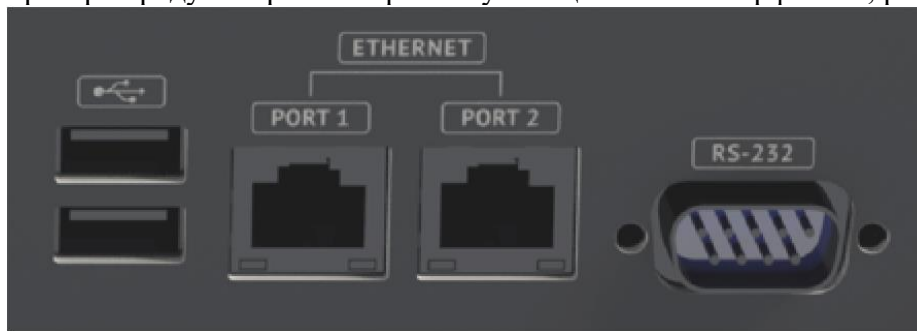

Рисунок 12
6.9.1 В регистраторе предусмотрен набор коммуникационных интерфейсов, рисунок 12.